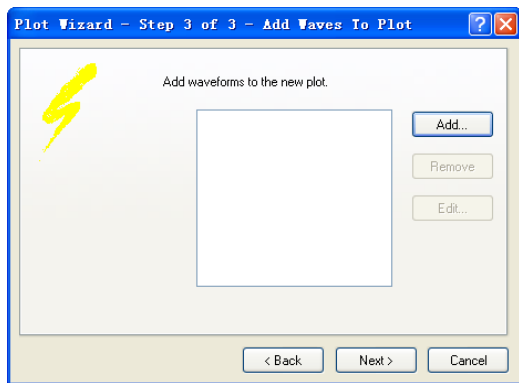
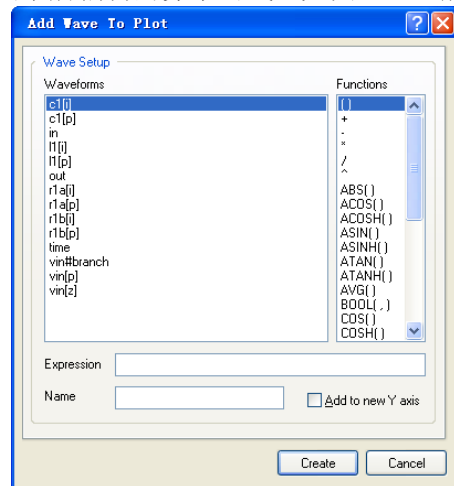

图 12-41 添加波形
图 12-42 “Add Wave To
Step3 单击 **Next >** 按钮进入下一步设置，在这一步中，添加要进行运算的波形，如图 12-41 所示。单击 **Add...** 按钮，就可以打开“Add Wave To Plot”（添加波形到绘制）对话框，在对话框左侧的列表框中选择要进行运算的波形，在对话框右侧的列表框中选择运算的方法，这样在“Expression”（表达）对话框中列出了所编辑的算术公式，如图 12-42 所示。